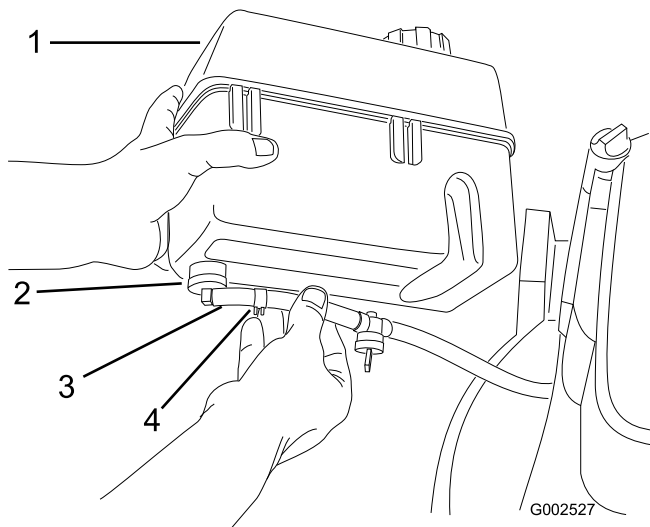

Bild 4
1. Schieben Sie das Ende der Kraftstoffleitung auf den Krümmer (Bild 4).
2. Befestigen Sie die Kraftstoffleitung dort mit der Kraftstoffleitungsschelle (Bild 4).